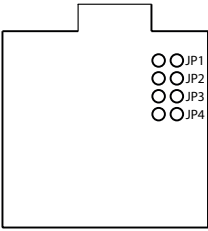

Fig.8
- Terminieren Sie beide Enden der gesamten Busleitung mit einem 120-Ohm-Abschlusswiderstand. Bei Übertragungsgeräten, bei denen an beiden Enden Widerstände verwendet werden, aktivieren Sie diese, indem Sie Jumper 4 setzen (siehe Abb. 8).
- Terminez les deux extrémités de la ligne de bus par une résistance de 120 ohms. Sur les transmetteurs équipés de résistances aux deux extrémités, activez-les en positionnant le Jumper 4 (voir Fig. 8).
Fig.8	impostazione jumper/ jumper setting/ einstellung des jumpers/ selection cavalier